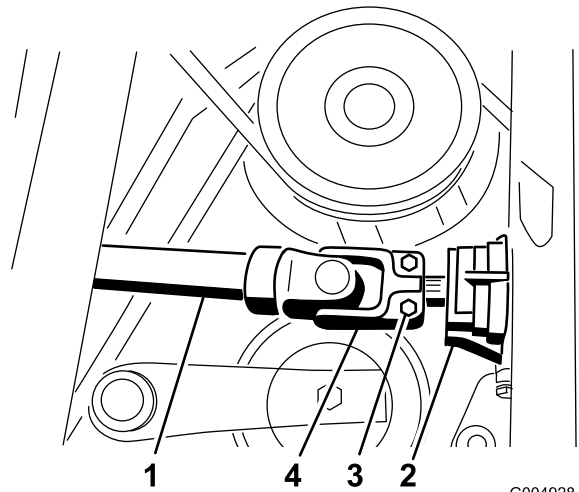

Figura 11
7. Deslice el árbol de transmisión sobre el eje de la caja de engranajes (Figura 11). Instale el pasador cilíndrico y apriete los pernos a 20-25 N-m (175-225 pulgadas-libra).